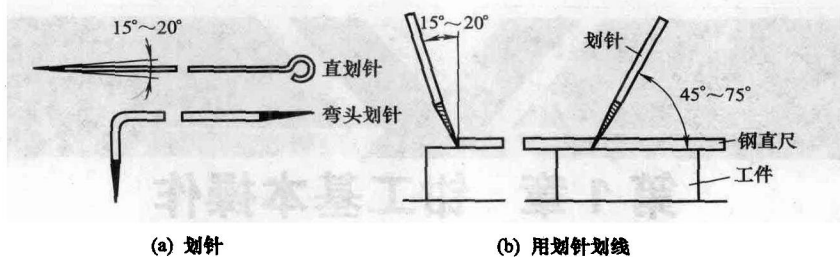

图 1-1 划针及应用
(1) 直接划线工具
① 划针 划针通常用碳素工具钢制成。直径为3~5mm,长约200~300mm的划针,有单尖和双尖两种。尖角约为 15° ~ 20° ,如图1-1(a)所示,尖角端部约20mm左右的长度上,经淬火硬化处理,由于碳素钢划针在使用中不耐磨,所以在实际工作中经常用弹簧钢丝或高速钢丝制成划针或在碳素钢端部钎焊上硬质合金后再磨成划针,在使用中效果很好。用划针划线,必须有导向工具辅助。使用划针时,尖端紧靠在导向工具上,上部向外侧倾斜 15° ~ 20° ,向划针移动的方向倾斜 45° ~ 75° ,如图1-1(b)所示。
② 划线圆规 划线用的圆规,简称划规。最常见的有合脚圆规、滑杆圆规和弹簧圆规